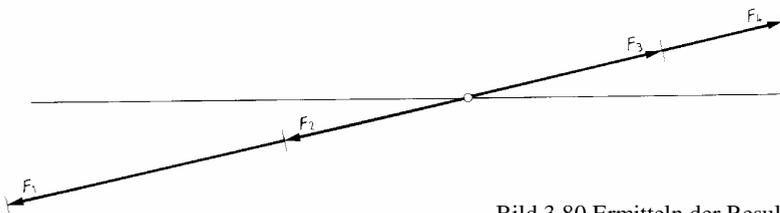

Bild 3.80 Ermitteln der Resultierenden
14. Die Kräfte  $F_1$ ,  $F_2$ ,  $F_3$  und  $F_4$  wirken in entgegengesetzte Richtungen (Bild 3.80). Es ist die Resultierende bei einem Kräftemaßstab von 1 cm entspricht 6 kN zu bestimmen.
16. Bestimmen sie zeichnerisch und rechnerisch die Kraft  $F_R$ , die das Fundament in Bild 3-80 aufzunehmen hat.